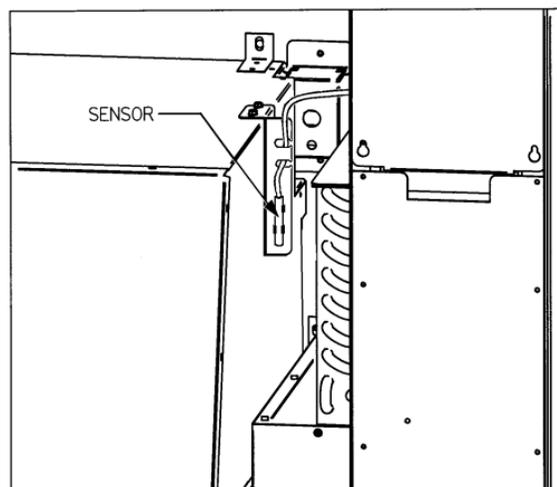

Figura 8.4 Sensor de Temperatura
4. El sensor se encuentra montado en una placa de sujeción con dos seguros de resorte. (Consulte **Figura 8.4**). Para retirarlo, primero desenrede el cable del sensor de las dos ranuras de la placa y deslice el sensor fuera de los seguros de presión.